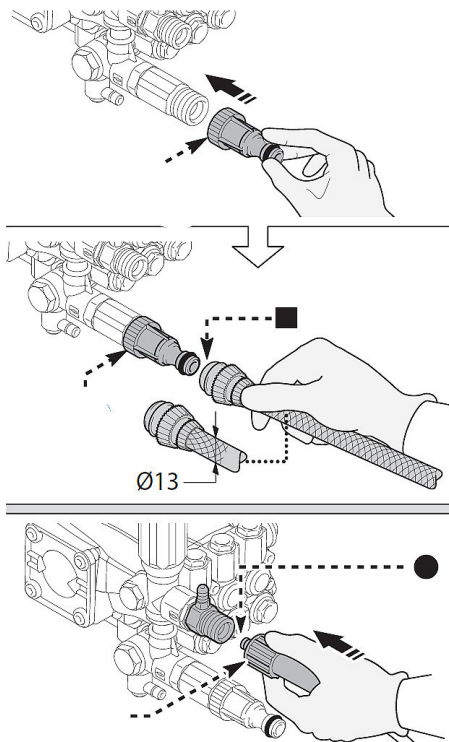

Abb. 6: Wasser anschließen
Schritt 1: Den Saugschlauch mit Filter auf den Wasserzulaufanschluss (INLET) (Abb.6) schrauben und sein anderes Ende bis zum Boden in den Behälter eintauchen.